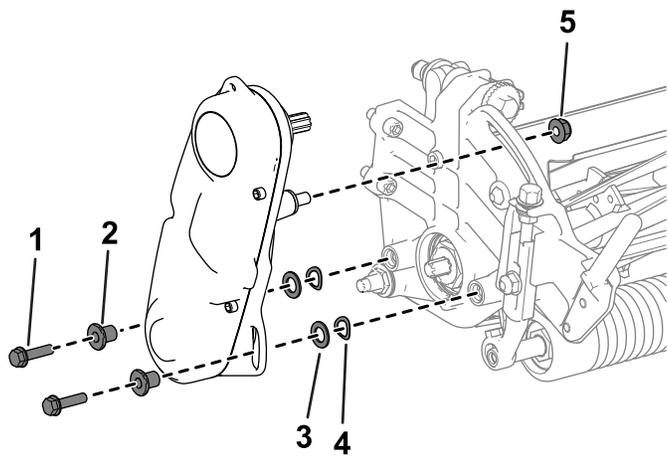

Figura 36
2. Retire las fijaciones que sujetan el conjunto de transmisión del molinete a la chapa lateral (Figura 36).
- Retire el conjunto de transmisión del molinete, las arandelas planas, las arandelas de muelle y los espaciadores de la chapa lateral (Figura 36).